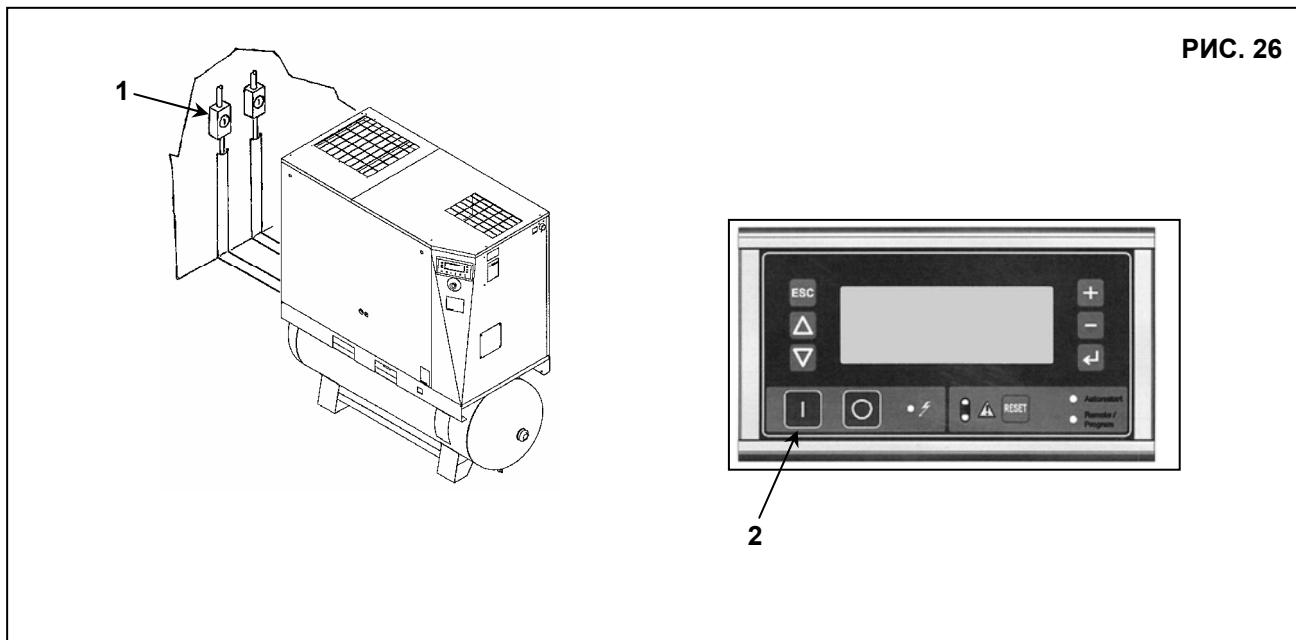

РИС. 26
- Подключите пульт управления к источнику питания с автоматическим выключателем (поз. 1, Рис. 26).
- Чтобы запустить компрессор, нажмите кнопку (поз. 2 Рис. 26)
- Отключите электропитание и поменяйте местами провода согласно поз. 1, Рис. 26